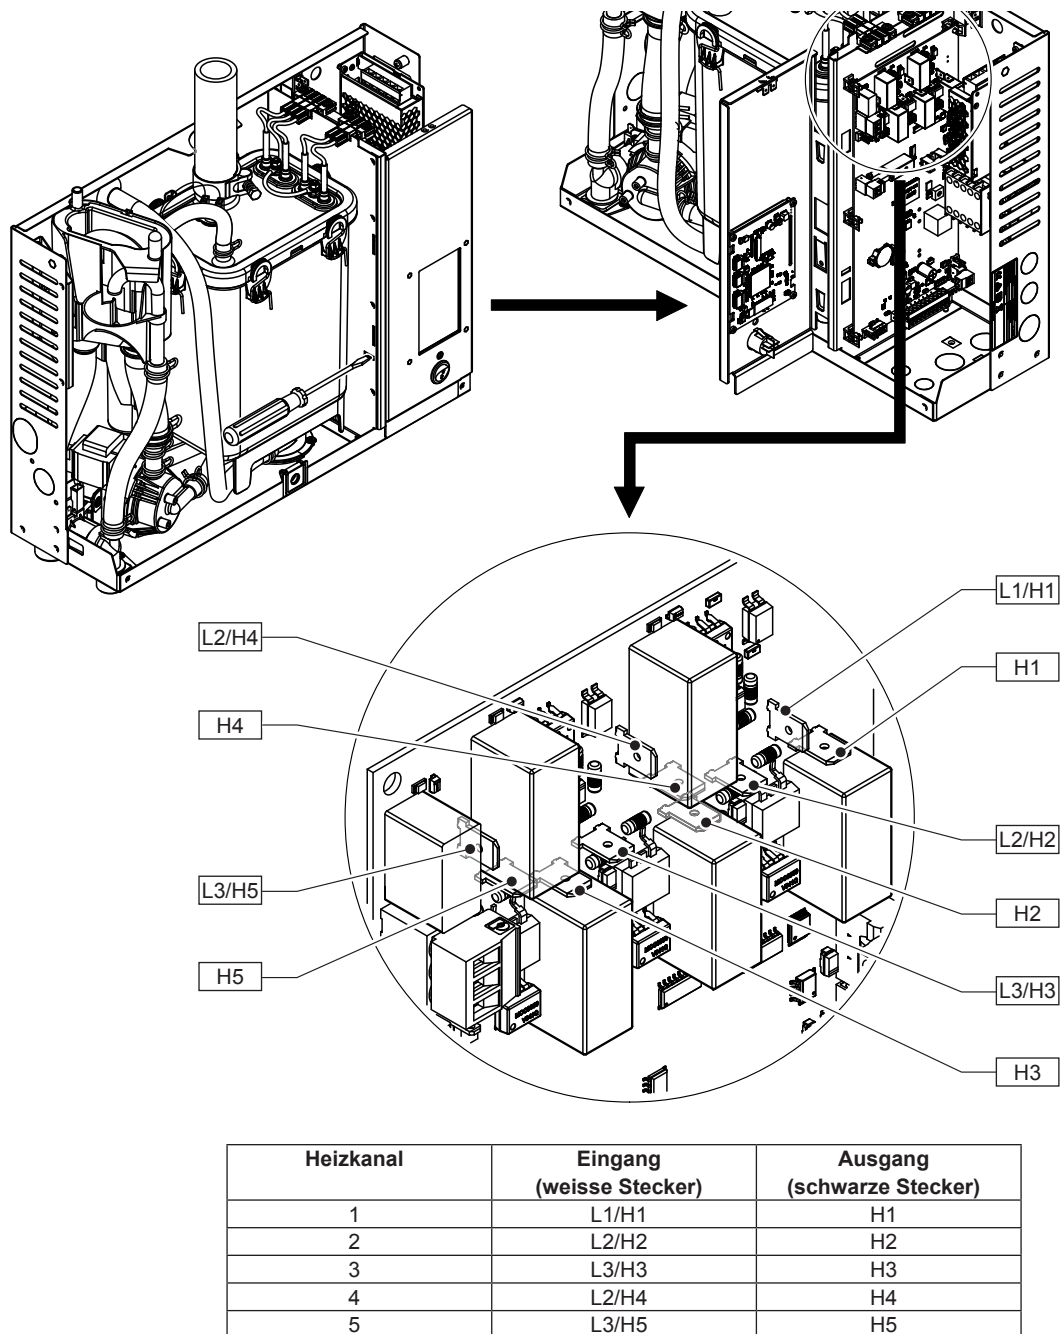

Abb. 14: Positionen der Heizkanalanschlüsse
- Die Eingangslitzen (weisse Stecker) und Ausgangslitzen (schwarze Stecker) der Heizkanäle, wie unter Punkt 1 konfiguriert, auf die entsprechenden Ein- und Ausgangssteckungen umstecken. Beachten Sie dazu Abb. 14.